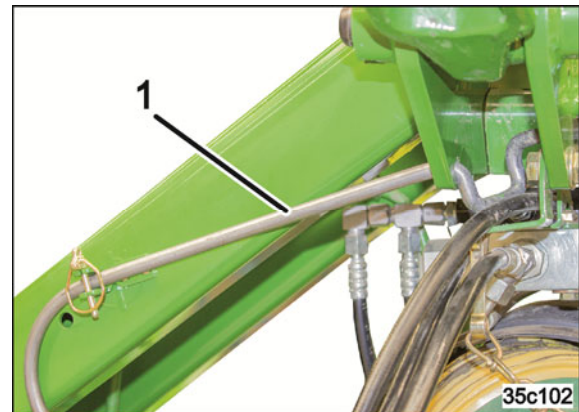

Fig. 85
12. Sujetar el estribo al soporte de transporte y asegurarlo con un pasador clavija (Fig. 85/1).